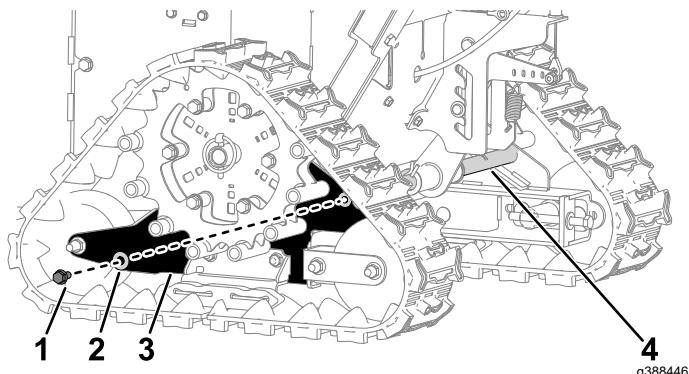

Figure 1
2. Sur le côté gauche de la machine, retirez la vis ($5/16"$ x $\frac{3}{4}"$) et la rondelle plate ($\frac{3}{8}"$ x $\frac{7}{8}"$) qui fixent le support de chenille à la barre de pivot (Figure 1), et mettez-les au rebut. Répétez la procédure du côté droit.